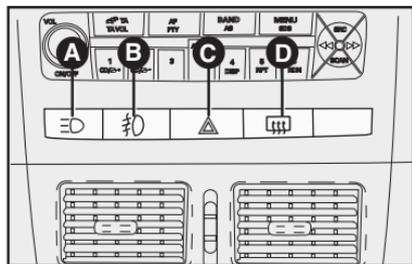

fig. 69
**B** - Botão com indicação de função ativada no quadro de instrumentos para ligar/desligar os faróis auxiliares. Só funciona a partir do acionamento das luzes externas de posição. Os faróis auxiliares são desligados cada vez que a chave de ignição for desligada. Para ligá-los novamente é necessário pressionar o botão **A-fig. 68 e, para algumas versões, B-fig. 69.**
**C** - Botão com indicação de função para ligar/desligar as luzes de emergência **figs. 69 ou 70.**
Com o dispositivo ligado, em algumas versões, o símbolo sobre o interruptor **C-fig. 69 e 70** e o indicador  $\leftrightarrow$ , no quadro de instrumentos, iluminam-se de modo intermitente.
**D** - Botão com indicação de função ativada no quadro de instrumentos para ligar/desligar o desembaçador do vidro traseiro **B-figs. 68 e, para algumas versões, D-fig. 69.**
O botão de comando **A-fig. 68 e B-fig. 69** estará habilitado com seu respectivo LED quando for instalado o componente. Para a instalação dos faróis auxiliares, recomendamos dirigir-se à **Rede Assistencial Fiat.**